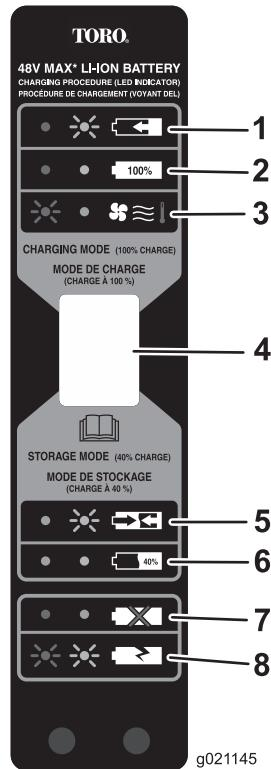

Figura 8
5. Consulte Figura 8 para interpretar los indicadores LED del cargador de la batería.
Utilice el modo de almacenamiento (Figura 8) si la batería no se va a utilizar durante 12 meses o más.
4. Cuando la batería esté preparada para el almacenamiento (Figura 8, punto 6.), retire la batería del cargador.